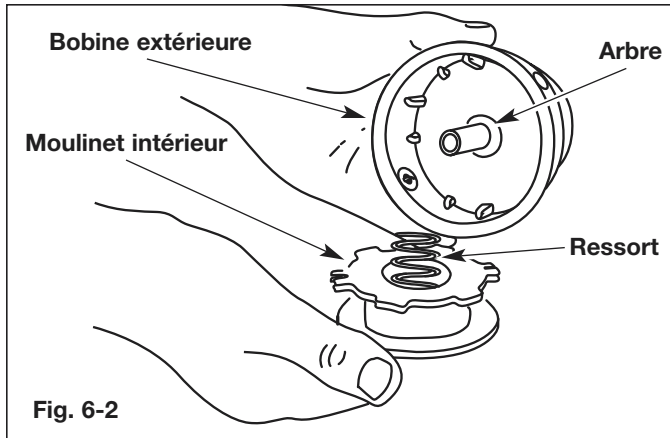

Fig. 6-2
2. Retirez le moulinet intérieur de la bobine extérieure (Fig. 6-2).
3. Retirez le ressort du moulinet (Fig. 6-2).
- Retirez l'ancien moulinet intérieur de la bobine extérieure (Fig. 6-2).
- Retirez le ressort de l'ancien moulinet intérieur (Fig. 6-2).